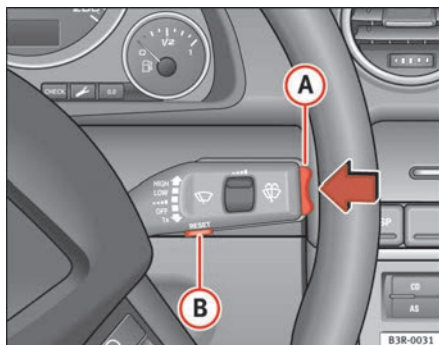

Abb. 57 Scheibenwischerhebel: Funktionswahlschalter
- Drücken Sie den Funktionswahlschalter im Scheibenwischerhebel (A) ⇒ Abb. 57 oben bzw. unten, um den eingestellten Wert zu verändern. Die Werte laufen in Schritten von 10 km/h auf- bzw. abwärts.
- Drücken Sie die Reset-Taste im Scheibenwischerhebel (B) ⇒ Abb. 57 solange, bis im Display das durchgestrichene Geschwindigkeitswarnsymbol der Warnschwelle 2 erscheint.